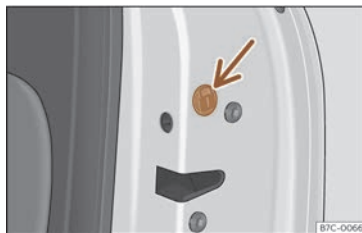

Fig. 73 Verrouillage d'urgence de la porte.
- Si nécessaire, retirez le joint en caoutchouc  sur la partie avant de la porte >>> fig. 73.